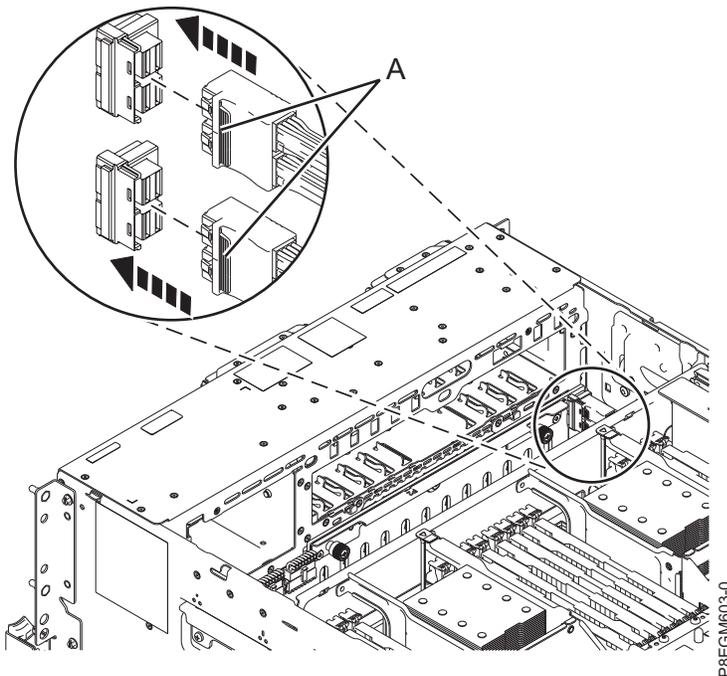

Abbildung 17. Vorderes SAS-Kabel wieder anschließen
6. Schließen Sie die vorderen SAS-Kabel wieder an den Anschlüssen auf der Rückwandplatine des Plattenlaufwerks an, wie in Abb. 17 auf Seite 21 dargestellt. Drücken Sie den Kabelanschluss nach unten, bis er einrastet.